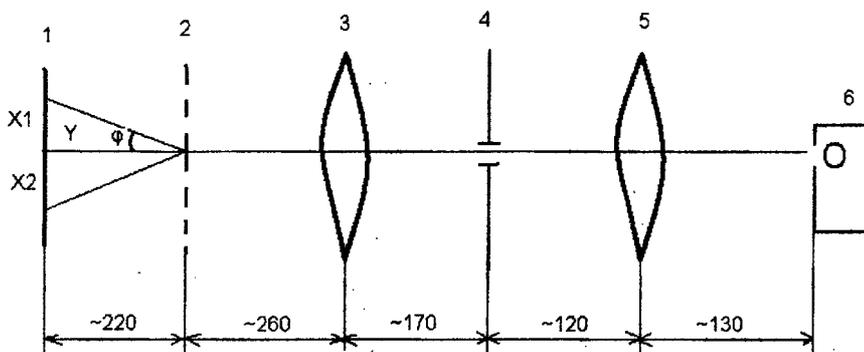

Рис. 4
Оптическая схема установки представлена на рис. 4. Установка собирается на оптической скамье. Источником света является ртутная лампа 6. Параллельный пучок света, падающий на решётку 2, формируется линзами 3, 5 и щелью 4. Дифракционная картина наблюдается на экране 1 в виде спектральных линий синего, зелёного и жёлтого цвета. Эти линии отклоняются от оптической оси под различными углами  $\varphi$ . Исходя из условия (1), можно определить длину волны, соответствующую видимой спектральной линии:
Из рис. 4 находим
1. Установить приборы на оптической скамье, согласно рис. 4. Центры всех приборов должны находиться на одинаковой высоте.